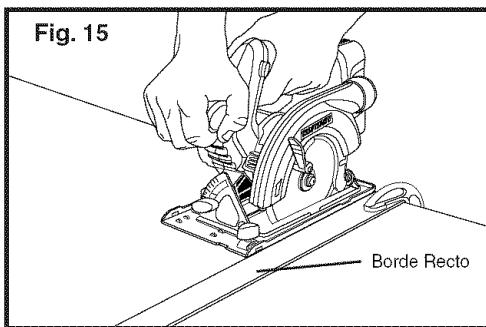

Fig. 15
USO DE UN BORDE RECTO (Fig. 15)
2. Cuidadosamente, guíe la sierra a lo largo del borde recto para obtener un corte al filo recto (ver Fig. 15).